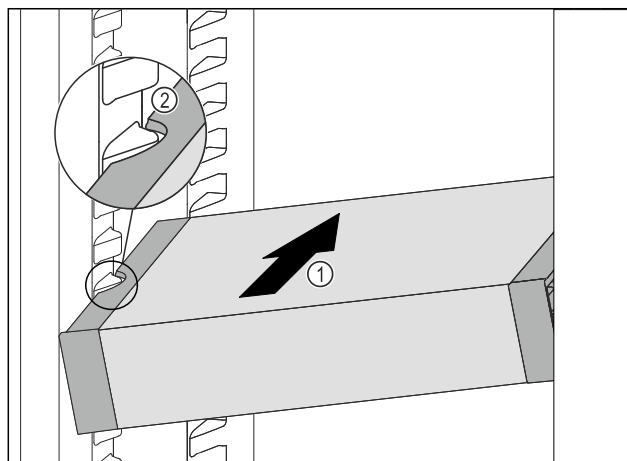

Fig. 102
- VarioSafe gurajte koso u hladnjak Fig. 102 (1) sve dok se bočni otvori Fig. 102 (2) ladice VarioSafe ne nađu na visini žlijeba spremnika u hladnjaku.